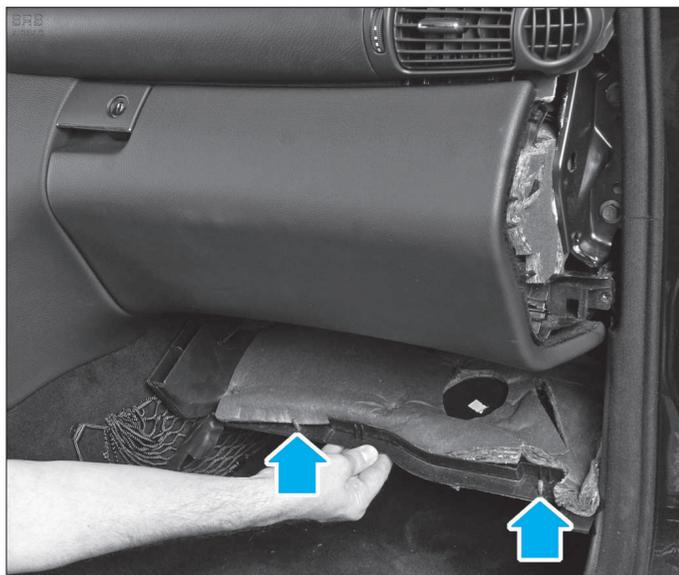

FIG. 38
- la garniture inférieure de boîte à gants (2 vis) (Fig.38).